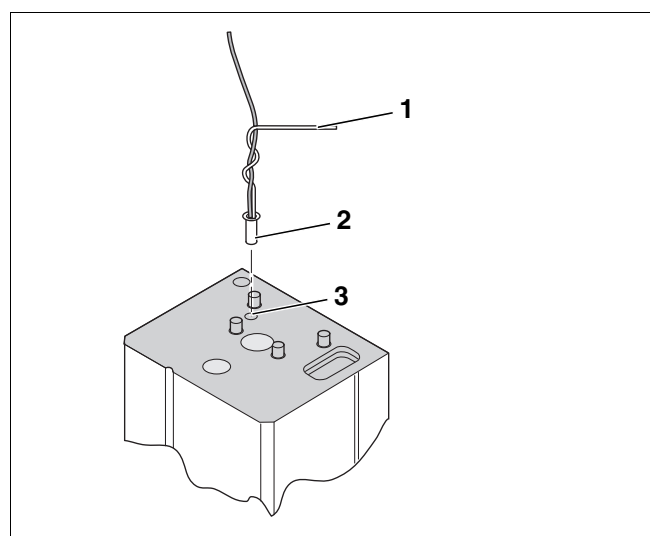

Fig. 10 Montage de la sonde de température d'ECS
- ▶ Accrocher la sonde (fig. 10, [2]) et le câble de sonde dans le câble de guidage (fig. 10, [1]).
- ▶ Insérer le câble de sonde avec le câble de guidage jusqu'à la butée dans le doigt de gant (fig. 10, [3]).